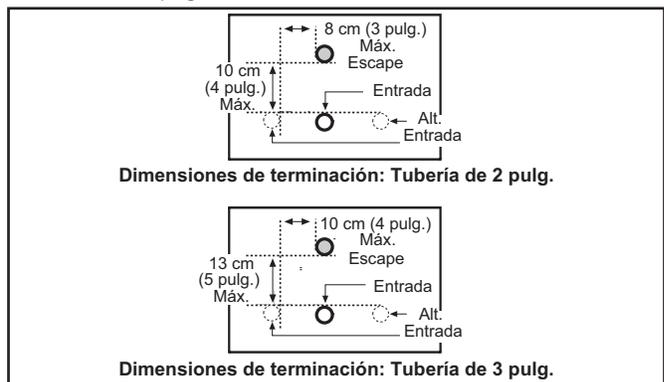

Figura 11.
Cuando se ventile un calentador de agua, ubique los extremos de escape y entrada según la Figura 11 a continuación. Cuando instale más de un calentador de agua, consulte Ventilación de varias unidades en la página 29.
7. Consulte la Figura 11 en "Terminación de la tubería de ventilación" para ver las dimensiones estándar y alternativas de la terminación de ventilación.